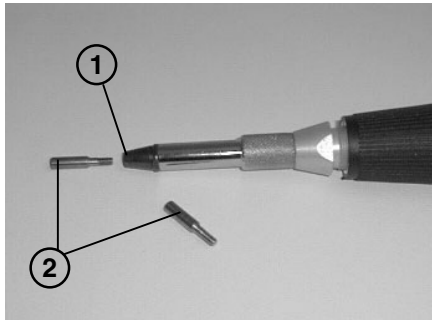

Fig. 8
Das Werkzeug (2) einfach auf den Handstückkopf (1) aufdrehen (s. Abb. 8).
**Anm.** Die beigeestellten Stößel (2) auf die Bearbeitungsanforderungen des Anwenders profilieren.